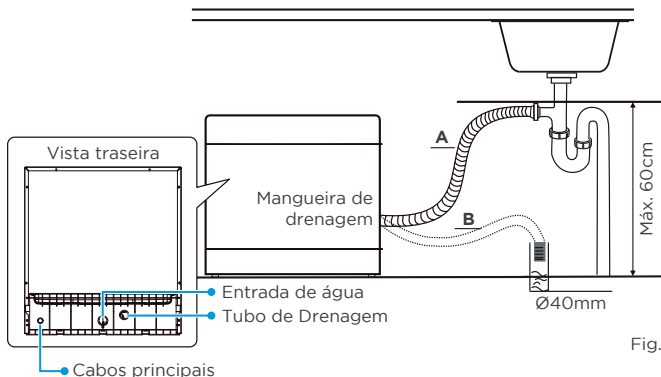

Fig. 4
2. Deve-se ter cuidado para que a mangueira não seja dobrada ou prensada. A ponta livre da mangueira deve ficar com uma altura menor que 60 cm e não deve ser imersa em água para evitar refluxo (Fig. 4, próxima página).